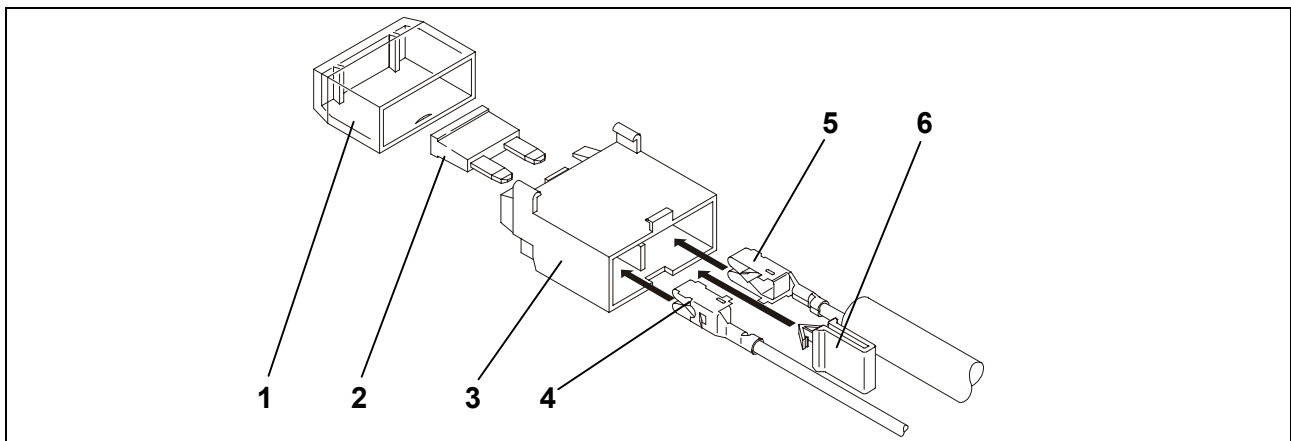

Fig. 2: Montage zekeringshouder
21. De vlakke insteekbus van de rode kabel (fig. 2/5) uit de kabelbundel en de bijliggende rode enkelvoudige leiding (fig. 2/2) in de veiligheidshouder inklikken.
22. De gele clip (fig. 2/6) plaatsen.
24. Zekering (fig. 2/2) plaatsen en afscherming (fig. 2/1) opsteken.